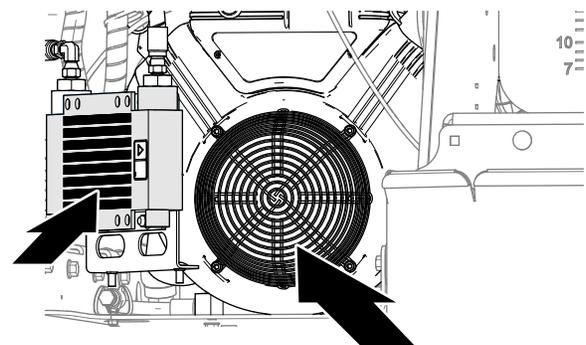

**Figura 103**
1. Retire las 2 contratuercas con arandela prensada que sujetan el enfriador de fluido hidráulico a la máquina, y levante el enfriador (Figura 103).
3. Monte el enfriador de fluido hidráulico en la máquina con los 2 pernos de cuello cuadrado y las 2 contratuercas con arandela prensada (Figura 103).